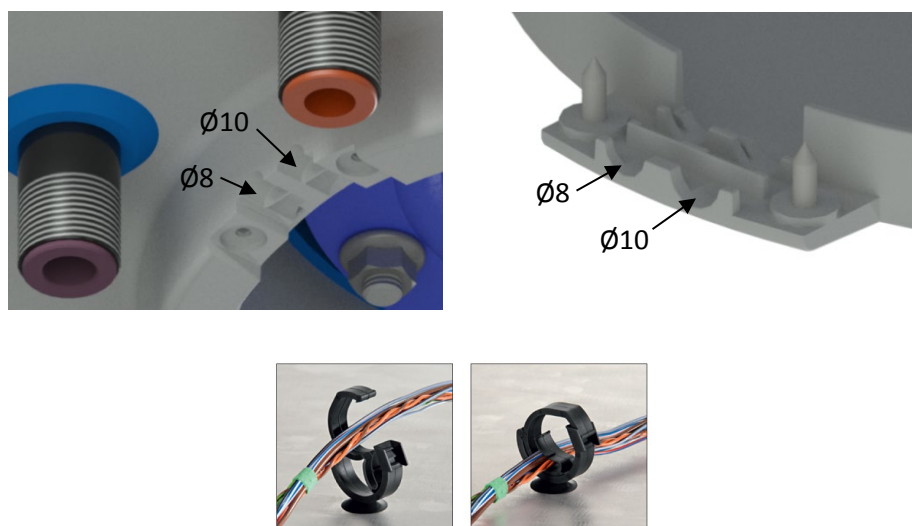
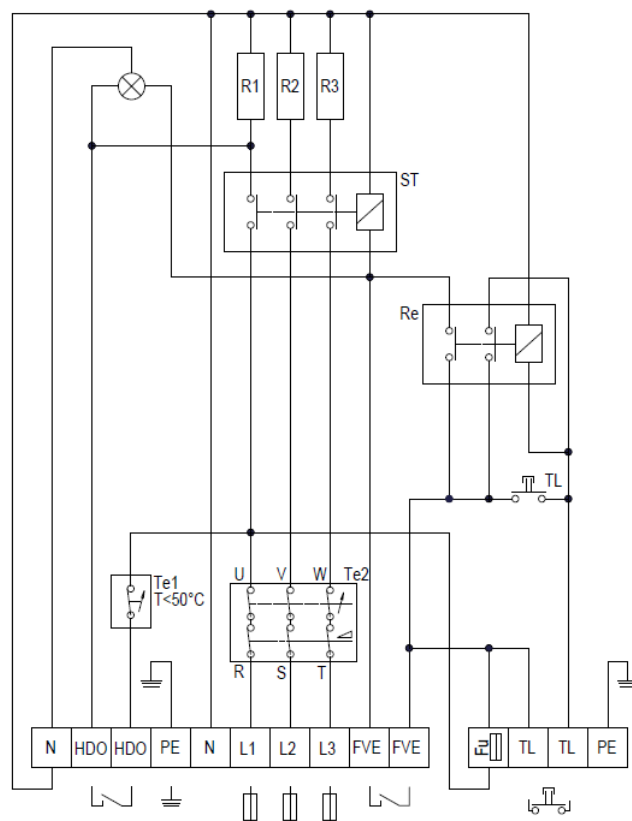

Рисунок 8
Рисунок 9
Подключение выполните согласно приложенной схеме. Подключение, выполненное на заводе, запрещено менять! (Рисунок 9) В крышке электропроводки снимите перегородку, соответствующую диаметру подводящего провода  $\varnothing 8$  или  $\varnothing 10$  (Рисунок 8). Степень защиты электрических компонентов водонагревателя - IP 44. Потребляемая мощность электрических нагревательных элементов  $3 \times 2000$  Вт. Для крепления приводного кабеля используйте установленные держатели.
- Схема эл. подключения прилагается к водонагревателю также на крышке электропроводки (Рисунок 9).